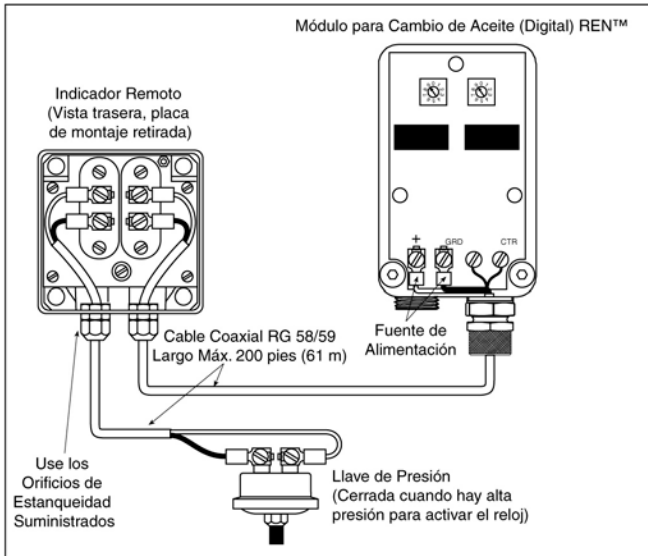

Figura 4 – Conexión Típica para un Indicador Dual con Unidad Remota
**Paso 3** – Para conexión al Módulo y control de reloj, la malla del cable es conectada según enseñado en la Figura 4 y no deberá ser aterrada a la maquinaria en más de un punto, (múltiples tierras pueden producir fuertes señales espurias de hasta 30 V positivos o negativos de las señales que serán contadas), sin embargo la aplicación de esos voltajes por más de algunos minutos puede dañar la batería interna.